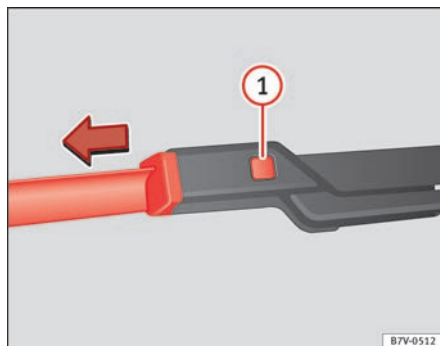

Fig. 155 Udskiftning af viskerblade til forruden
- Hold udløserknappen ⇒ Fig. 155 ① nede, og træk samtidig viskerbladet af i pilens retning.